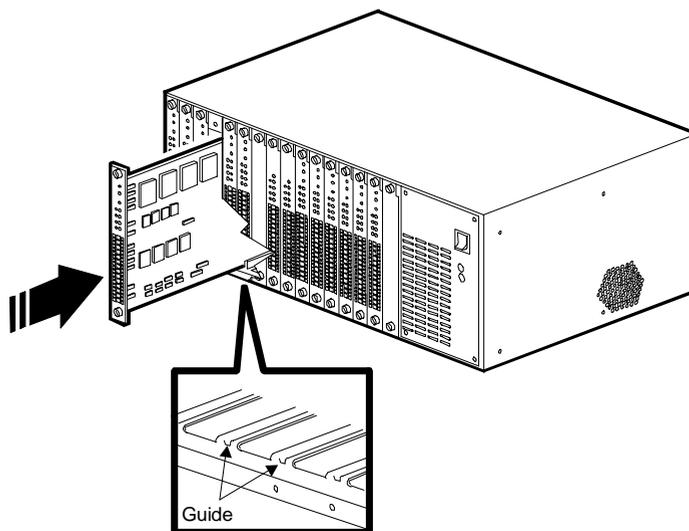

Figura 2-11. Inserimento delle schede modem principali
2. Partendo dallo slot 1, afferrare la scheda adattatrice del modem dal bordo con il pannello anteriore rivolto verso di sé e allineare la scheda con le guide metalliche dello slot in cui si desidera installare la scheda. Consultare Figura 2-11.